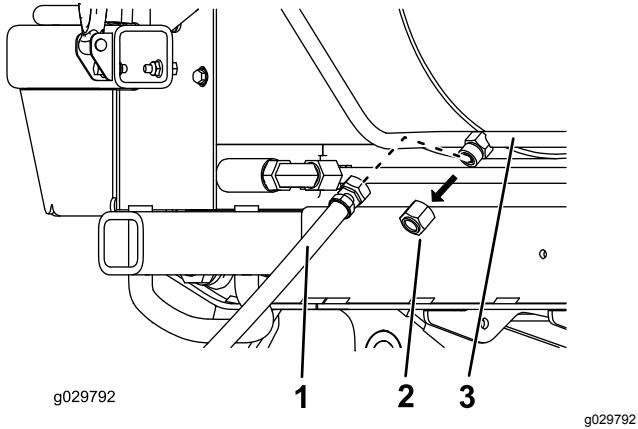

Рисунок 15
- A. Снимите крышку с жесткого трубопровода шланга линии возврата маслоохладителя (Рисунок 15).
- B. Наверните короткий шланг на жесткий трубопровод (Рисунок 15).